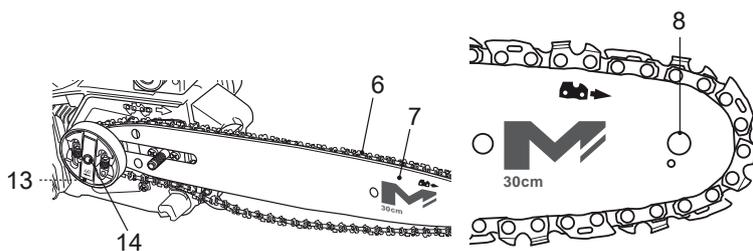

Fig. 3
- > Faites passer la chaîne [6] par-dessus le pignon d'entraînement [13] situé derrière l'embrayage [14], puis enflez-la autour du guide-chaîne [7]. La chaîne doit passer au-dessus de l'attrape-chaîne [12] (Fig. 3).